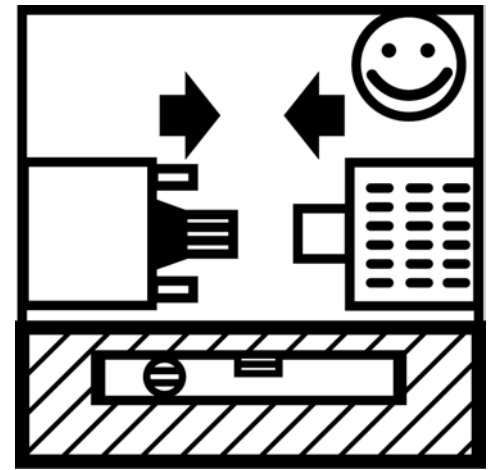

Fig.: 9
- 1 Colocar o motor e o agregado em posição horizontal e plana (Fig.: 9).